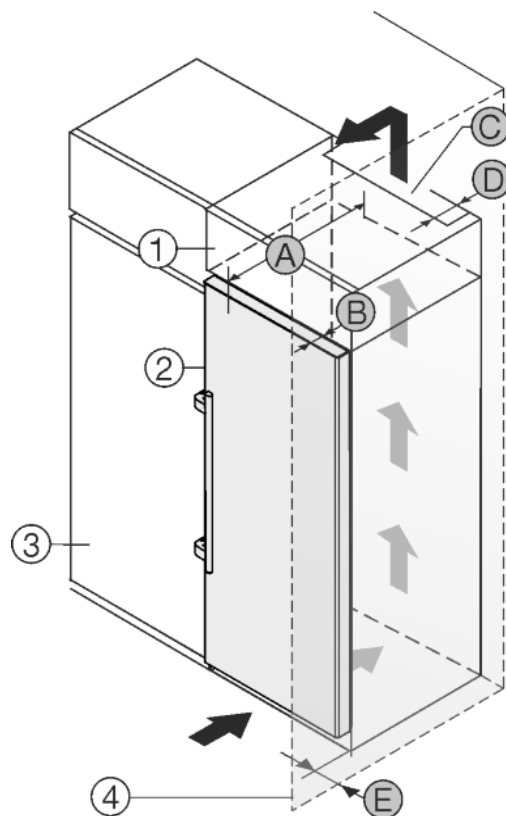

Fig. 30
Spotřebič lze zabudovat do kuchyňských skříní. K vyrovnání spotřebiče *Fig. 30 (2)* na výšku kuchyňské linky lze na přístroj nasadit nástavec *Fig. 30 (1)*.
Spotřebič lze instalovat přímo vedle kuchyňské skřínky *Fig. 30 (3)*. Aby bylo možné dvířka plně otevřít, musí spotřebič přesahovat o hloubku *Fig. 30 (B)* vůči přední linii kuchyňské skřínky. V závislosti na hloubce kuchyňských linek a použití vymežovačů odstup od stěny může spotřebič vyčnívat dále.
- Na zadní straně skřínky nástavce musí být větrací šachta hluboká alespoň hloubku *Fig. 30 (D)* mm přes celou šířku nástavce skřínky.
- Pod stropem místnosti musí být dodržen ventilační průřez *Fig. 30 (C)*.
Pokud je spotřebič se závěsy instalován vedle stěny *Fig. 30 (4)*, musí být dodržena vzdálenost *Fig. 30 (E)* mezi spotřebičem a stěnou. To odpovídá přesahu madla při otevřených dveřích.